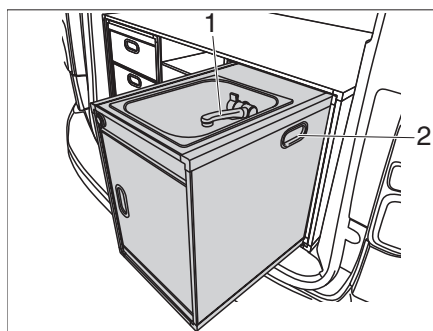

Figure 19 Module Lavage
Le module Lavage peut être démonté si nécessaire. Le robinet d'eau (Figure 19, 1) et la fonction charge de la prise USB peuvent continuer à être utilisés même à l'état démonté. Avec la batterie au lithium chargée disposée sur la face arrière du module Lavage, celui-ci peut également être utilisé à l'extérieur.
- Saisir les poignées encastrées (Figure 19, 2) à gauche et à droite, soulever le module Lavage et le sortir du véhicule.